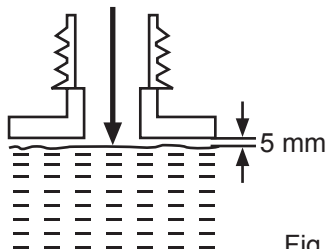

Fig. 13
- > Dévissez le bouchon du réservoir de carburant (28), puis ôtez-le.
- > Remplissez le réservoir avec un mélange huile-carburant correctement dosé, en utilisant un entonnoir muni d'un filtre afin d'empêcher les éventuels résidus de pénétrer à l'intérieur. Évitez de trop remplir le réservoir. Laissez un espace d'au moins 5 mm entre la surface du carburant et la paroi supérieure du réservoir, afin que le carburant puisse s'étendre (Fig. 13).